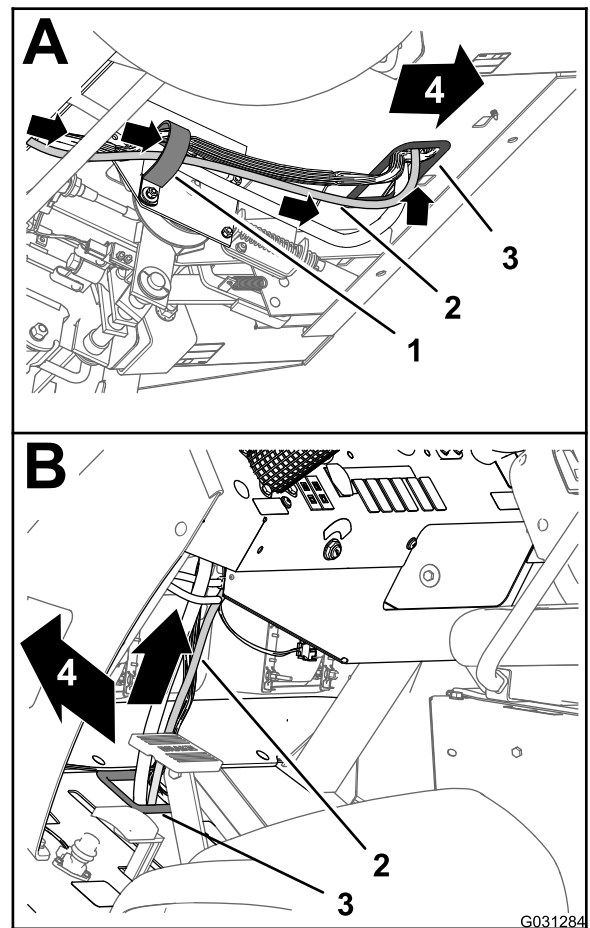

Bild 167
3. Verlegen Sie den 220-cm-Zweig des Datenkabelbaums nach vorne und durch die Scheibe, die das Loch in der Bodenplatte umgibt (Bild 167).
4. Verlegen Sie den 220-cm-Zweig des Datenkabelbaums nach oben und entlang des vorderen Kabelbaums der Maschine (Bild 167).